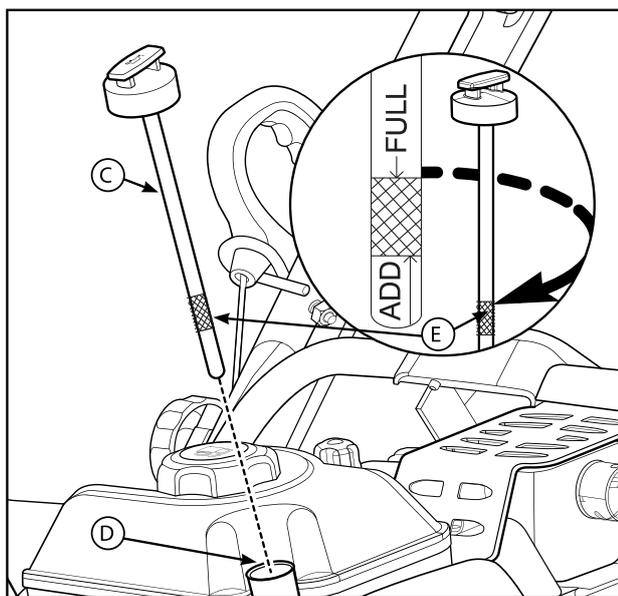

Рис. 14
4. Выньте масляной щуп (С, рис. 14) и вытрите его чистой тряпкой.
5. Медленно влейте масло в маслосливную горловину двигателя (D). НЕ ДОПУСКАЙТЕ превышения указанной отметки. Подождите минуту и проверьте уровень масла.